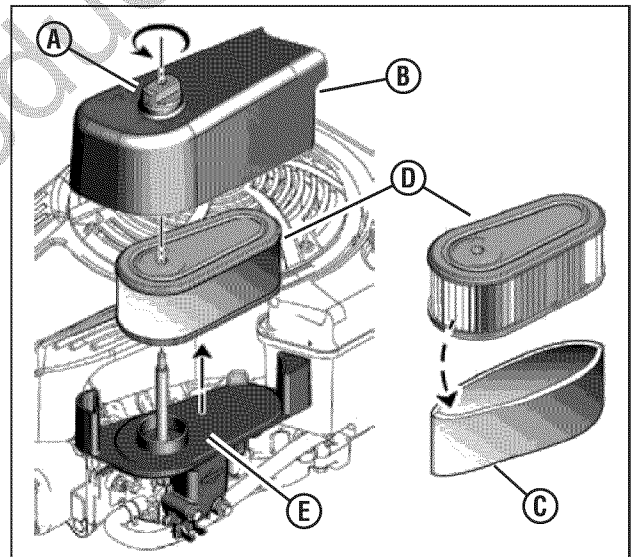

Figura 14: Filtro del aire y depurador
1. Quite el sujetador (**A, Figura 14**) y la tapa del filtro del aire (**B**).